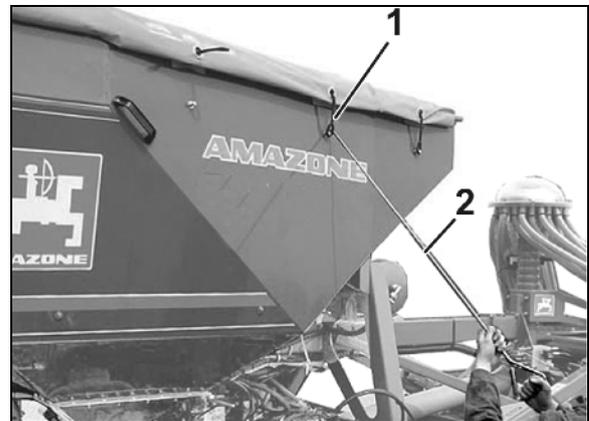

Fig. 103
3. Fermez la bâche et utilisez les sangles en caoutchouc (Fig. 103 / 1) pour éviter toute ouverture inopinée au cours du déplacement. Utilisez les crochets de la bâche (Fig. 103 / 2).